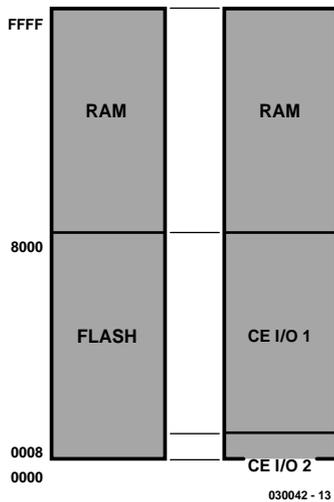

Figure 2. La ROM Flash en mode de mise au point.
**Mode de mise au point (figure 2)**